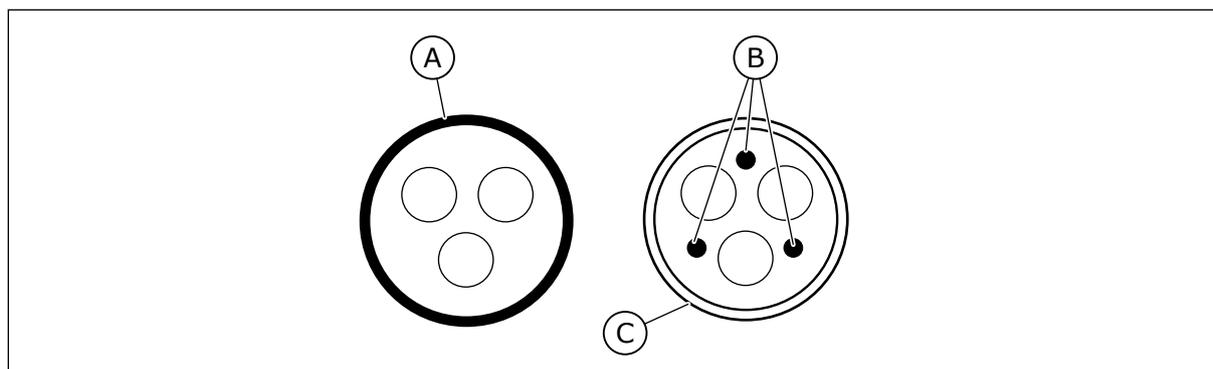

Fig. 18: Câbles avec conducteurs PE
2. Un câble d'alimentation symétrique doté d'un fil de protection concentrique. Un câble pour la tension secteur spécifiée. Nous recommandons l'utilisation d'un câble NKCABLES/MCMK. Voir *Fig. 18*.
3. Un câble d'alimentation symétrique doté d'un blindage compact à faible impédance. Un câble pour la tension secteur spécifiée. Nous recommandons l'utilisation d'un câble NKCABLES/MCCMK, SAB/ÖZCUY-J ou équivalent. Voir *Fig. 18*. * = Pour les niveaux CEM C1 et C2, il faut disposer d'une mise à la terre à 360° du blindage avec presse-étoupe à l'extrémité moteur.